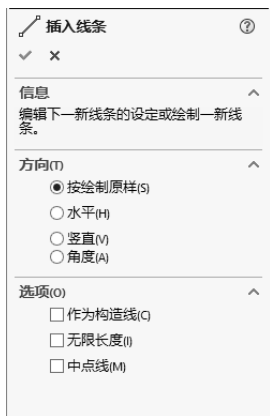
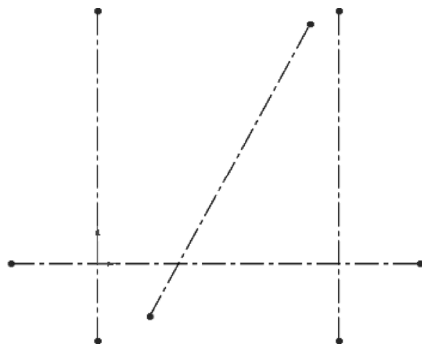

图 2-21 “插入线条”属性管理器
图 2-22 绘制中心线
**①** 在左侧的“FeatureMannger 设计树”中选择“前视基准面”作为绘图基准面。单击“草图”快速访问中的“草图绘制”按钮，进入草图绘制状态。
**②** 单击“草图”快速访问中的“中心线”按钮，弹出“插入线条”属性管理器，如图 2-21 所示。单击“确定”按钮，绘制的中心线如图 2-22 所示。